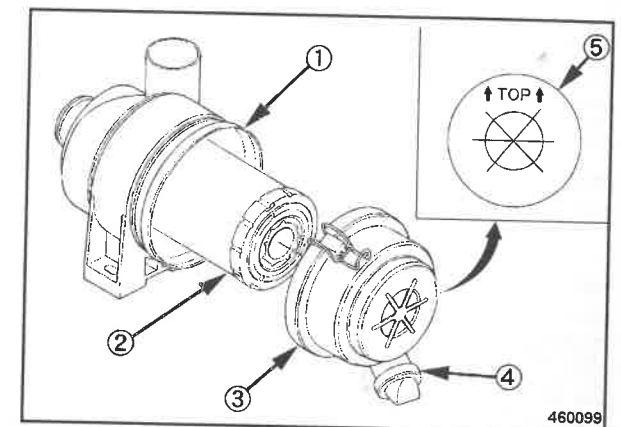

Fig. 145
- Aprire le mollette sul coperchio della scatola (3) (Fig. 145) e togliere il coperchio.
- Estrarre la cartuccia del filtro aria (2) dalla scatola del filtro aria (1).